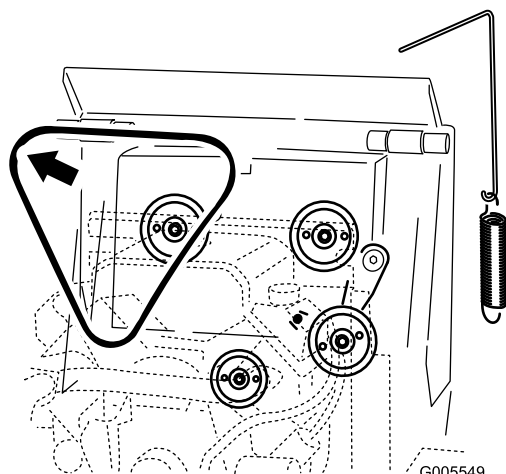

Figura 54
6. Retire la correa de las tres poleas (Figura 54).